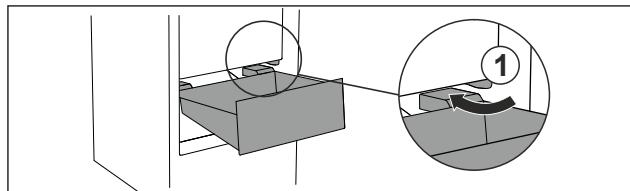

Fig. 73
- Umetnute ladicu koso oko zaustavljača Fig. 73 (1).